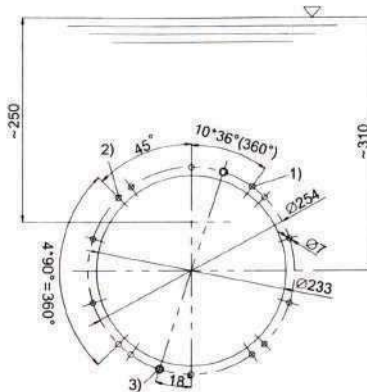

Abb. 5.
A) Bohren Sie 16 Löcher gemäß der Schablone in die Beckenwand (Abb. 5).